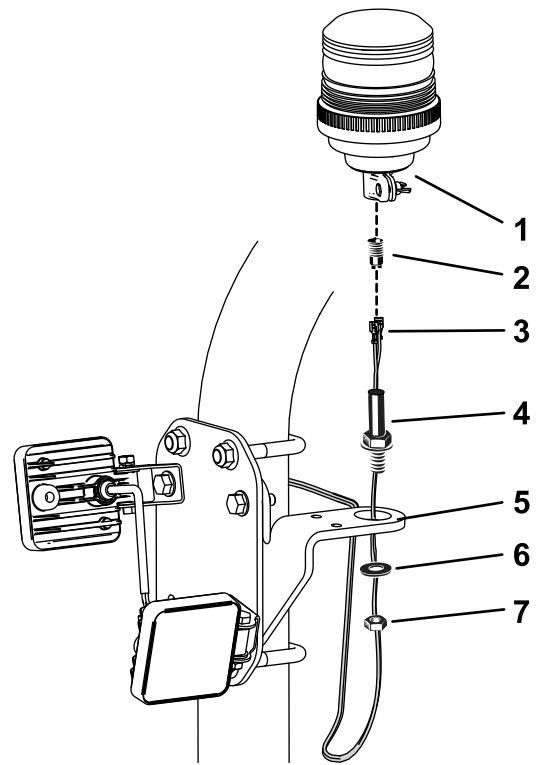

Bild 5
Hinweis: Der Anschluss der Rundumleuchte kann zum Verbinden aus der Rundumleuchtenfassung herausgeschraubt werden (**Bild 5**).
7. Bringen Sie die Rundumleuchte an der Halterung an, wie in **Bild 5** dargestellt.